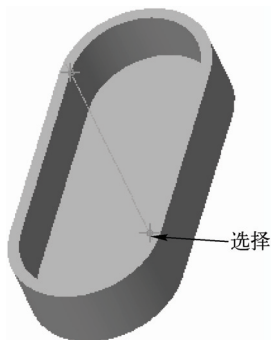

图 5-33 选择基准点
STEP 02 在功能区选项板的“模型”选项卡中，单击“基准”面板中的“轴”按钮, 弹出“基准轴”对话框，按住〈Ctrl〉键的同时，在绘图区中依次选择两个基准点，如图 5-33 所示。